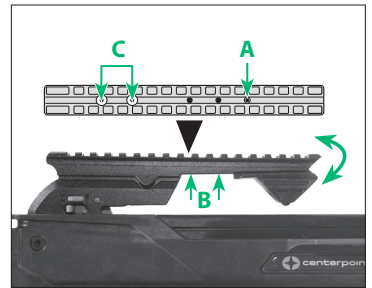

FIGURE 15
- 1a Retirez les deux vis du sommet du rail Picatinny. (Fig.15 C)
- 1c Retirez les deux vis maintenant le ressort de rétention en place, sous le rail Picatinny. (fig.15 B)